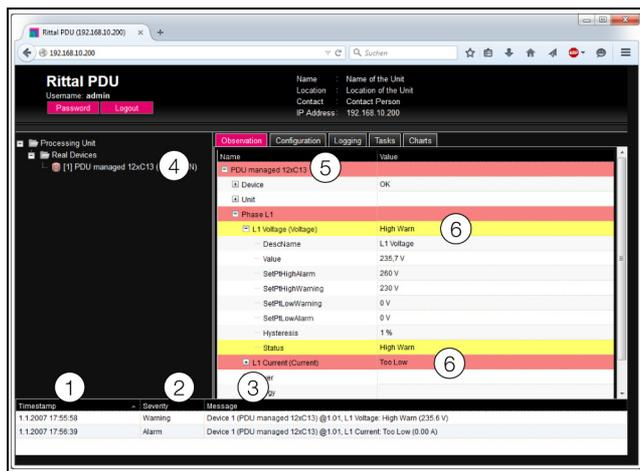

Abb. 28: Aufbau der Meldungsanzeige
1. Timestamp: Datum und Uhrzeit, wann der Fehler aufgetreten ist (Abb. 28, Pos. 1).
2. Severity: Schwere des aufgetretenen Fehlers. Es wird unterschieden zwischen Warnungen („Warning“) und Alarmen („Alarm“) (Abb. 28, Pos. 2).
3. Message: Fehlermeldung im Klartext (Abb. 28, Pos. 3).
- Linker Bereich (Navigationsbereich): Das Symbol vor der Komponente, an der der Fehler aufgetreten ist, wird im Navigationsbereich bei einer Alarmmeldung rot, bei einer Warnmeldung gelb eingefärbt (Abb. 28, Pos. 4).
- Rechter Bereich (Konfigurationsbereich): Auf der Registerkarte **Observation** wird die gesamte Komponente sowie der spezielle Parameter, für den die Warnung bzw. der Alarm anliegt, rot bzw. gelb eingefärbt (Abb. 28, Pos. 5 und 6).